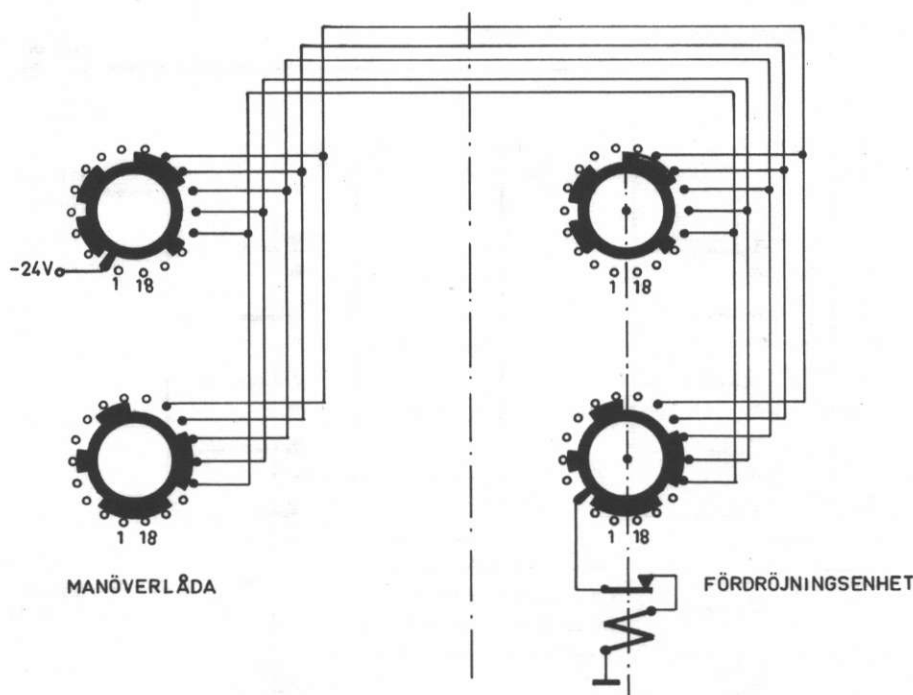

Bild 123. Förenklat kretsschema över fyrväljarnas inställning vid navrikt- och navigeringsfunktionen
- Däck 1 påverkar 2-pulsomkopplaren i fördröjningsenheten på i princip samma sätt som S2. Däcket är utformat som motsvarande däck i fördröjningsenheten. Härigenom kan fjorton omkopplarlägen förmedlas. De kännetecknas alla av att omkopplaren i fördröjningsenheten intar samma läge som fyrväljaren i manöverlådan (se bild 123). På kretsschemat (bilaga 24) visas fyrväljaren i moturs ändläge, indikering A, vilket svarar mot läge 1 (LM1) hos fördröjningsenhetens omkopplare för 2-puls.